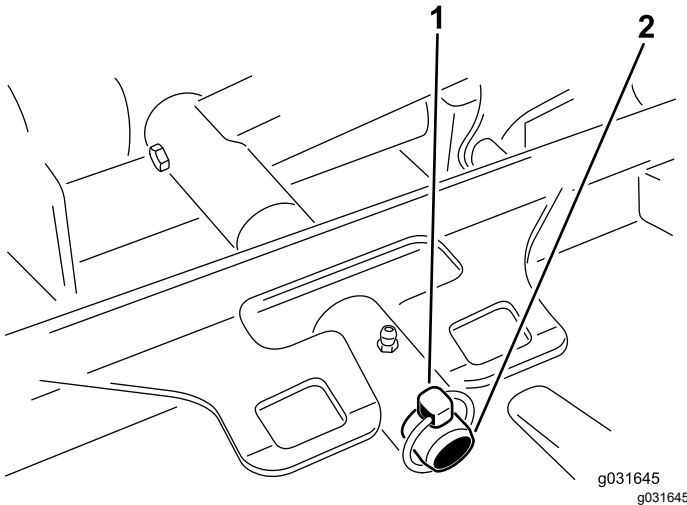

Figura 69
3. Retire o pino de sujeição ou a porca de bloqueio que fixa estrutura de suporte da unidade de corte ao pino de articulação do braço de elevação (Figura 69).
3. Deslize a estrutura de suporte da unidade de corte para o pino da articulação do braço de elevação e prenda-a com o pino de sujeição ou a porca de retenção (Figura 69).